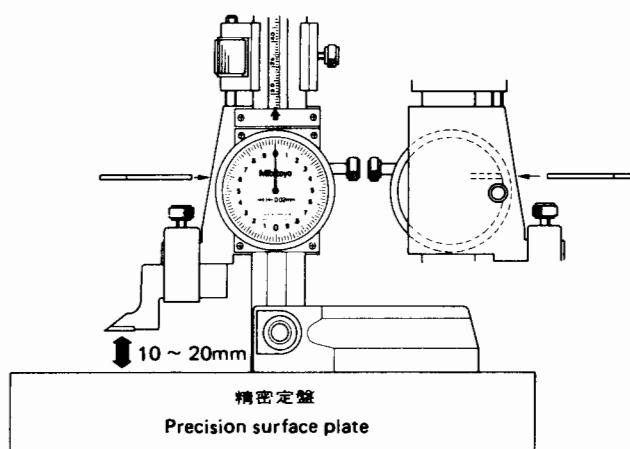
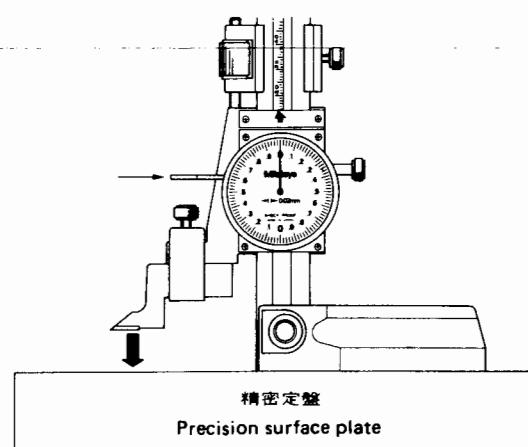

Fig. 7
Fig. 8
- ①ラックをきれいにします。
- ②スライダ裏面の外枠クランプネジをゆるめて外枠を回しダイヤルのゼロ目盛が真上にくるようにセットします。それから外枠クランプネジを締め外枠をクランプします。
- ③スライダを20mm程度上にスライドさせ指針をダイヤルのゼロ目盛に合わせます。
- ④ダイヤル裏面の溝にアジャスターをさし込みます(Fig. 7)。そのままアジャスターを押して、指針が動かないようにゆっくりとスライダを下げる、スクリーブの測定面を精密定盤に密着させます(Fig. 8)。
- ⑤アジャスターを抜き取り、指針がダイヤルのゼロ目盛に一致していることを確認します。そうでない場合、手順③~⑤を繰り返します。
- ① Clean the rack.
- ② Loosen the bezel clamp screw, and rotate the bezel to bring zero to the dial top. Then, tighten the clamp screw.
- ③ Bring the slider up by about 20mm (1") and set the pointer just on the zero.
- ④ Insert the adjuster into the groove on the rear side of the slider (Fig. 7). Keep pressing the adjuster so that the pointer will not move, and feed the slider down slowly until the scriber just rests on the surface plate.
- ⑤ Remove the adjuster and check that the pointer is just on the zero. If not, repeat the steps ③ thru ⑤ until the pointer comes to the zero of dial.